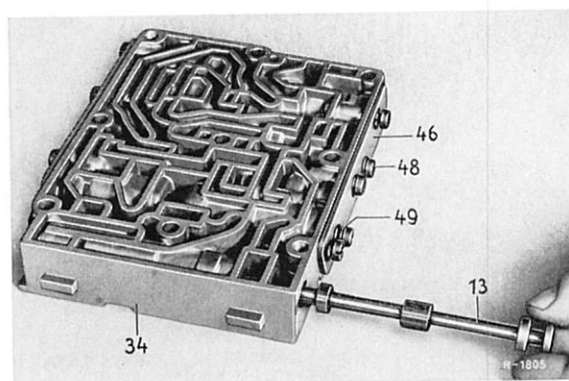

Bild 27-18/14
- 2 Schrauben (48) des Verschußblechs (46) herausdrehen und Verschußblech abnehmen (Bild 27-18/13).
- 3 Kolben Schaltschieber 1 (1) und Schaltschieber 1 (2) herausnehmen. Dazu Schalt-